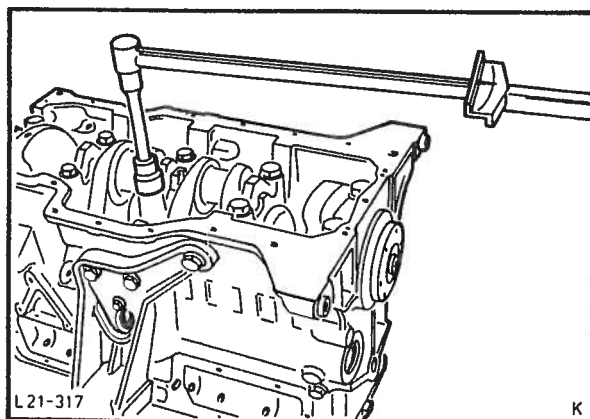

Fig. 62 Tiltrekking av bærelagerbolter med riktig moment.
33. Trekk lageroverfallenes bolter jevnt til med riktig moment, fig. 62 (se tekniske data).